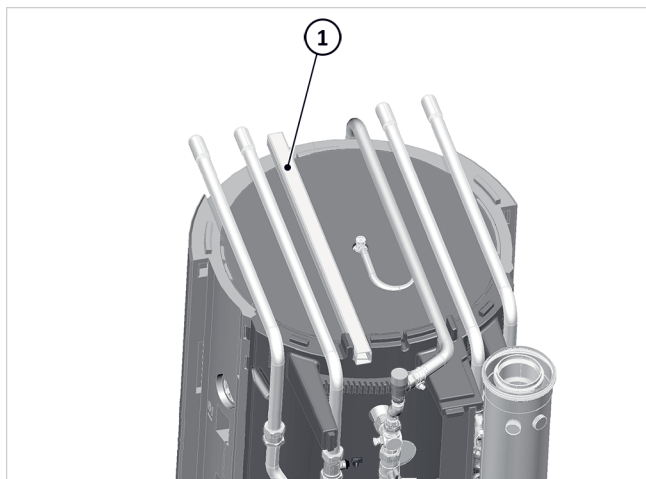

Abb. 98: Leitungsführungskanal
1. Modbus-Leitung der Verbindungsdose durch Leitungsführungskanal → Abb. 98 (1) im Deckelbereich herausführen.